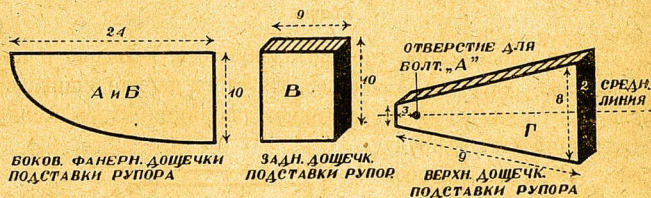

Рис. 50.
Просунув через отверстие *A* в подшипнике карандаш, уприте его острием в точку пересечения этих линий (*KL* и *OE*, рис. 49). Затем поставьте подшипник параллельно стенкам ящика и отметьте на дне положение подшипника (помечено на рис. 50 пунктиром).
1. Подставка для рупора (рис. 50, а, б и в) делается так. Из тонкой фанеры выпиливаются две дощечки А и В, указанных на чертеже размеров (в сантиметрах). Из сосновой доски выстругиваются две дощечки В и Г. В дощечке Г, по ее средней линии, в двух-трех сантиметрах от ее узкого конца просверливается отверстие $D = 0,6 - 0,7$ см. Через это отверстие пройдет болтик, на котором будет вращаться башмачок.